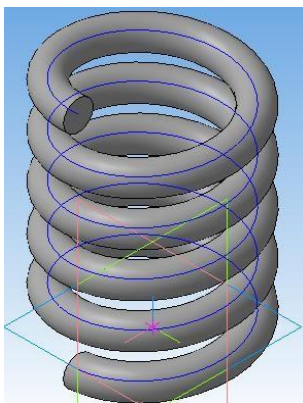

Рис. 3.
**Задание 3.** Создать модель пружины с помощью кинематической операции (рис. 3).